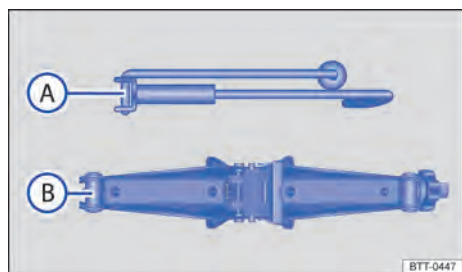

Fig. 262 Componentes do macaco sanfona.
5. Soltar os parafusos de roda a ser trocada ⇒ Página 422. Enganchar a manivela manual ⇒ Fig. 262 **A** no macaco sanfona **B**.